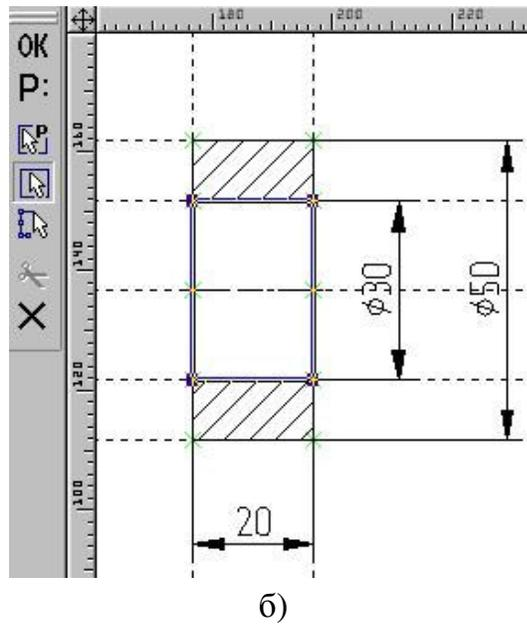

Рис. 3.6. Невидимый контур на дет.№1 (а) и №2 (б).
2. Создать на дет. №1 и №2 невидимый контур, что необходимо для удаления невидимых линий на сборочном чертеже. Контур наносится не на всю деталь, а только на ту ее часть, которая является посадочной. Для построения контура воспользуемся командой «Чертеж|Штриховка» или клавиша клавиатуры <H>. Дальнейшие действия аналогичны тем, что выполняются при нанесении штриховки (см. методические указания «Программное обеспечение САПР. Основы работы с системой T-FLEX CAD. Часть 1»). Свойства штриховки должны быть заданы так, как показано на рис. 3.5а, б. При этом приоритет штриховки необходимо сделать ниже, чем у линий изображения, иначе штриховка сделает их невидимыми. У линий изображения, по умолчанию, приоритет равен «0». Штриховка должна иметь приоритет меньше нуля, например, «-1». Невидимый контур следует нанести на соответствующие элементы как дет.№1, так и дет.№2 (см. рис. 3.6а, б).